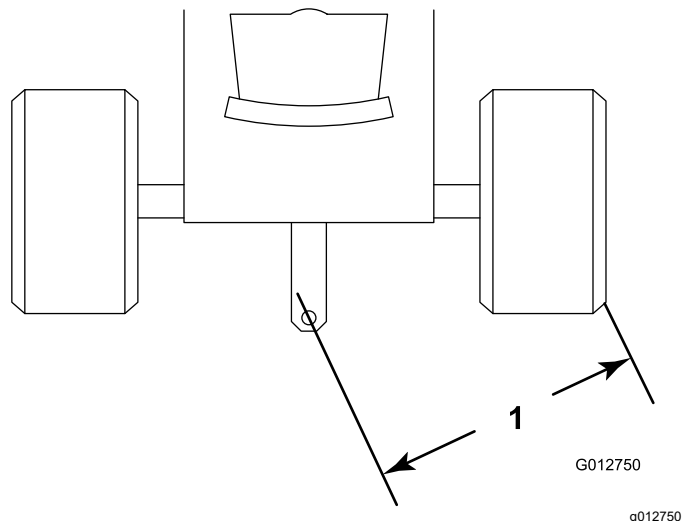

图 3
6. 调整牵引车的拉杆挂钩位置使安装孔距牵引车后轮胎外侧不到 125cm。图 3这样可以防止影响到前滚刀组提升臂。请参阅适用于您的牵引车的《操作员手册》了解拉杆调整程序。